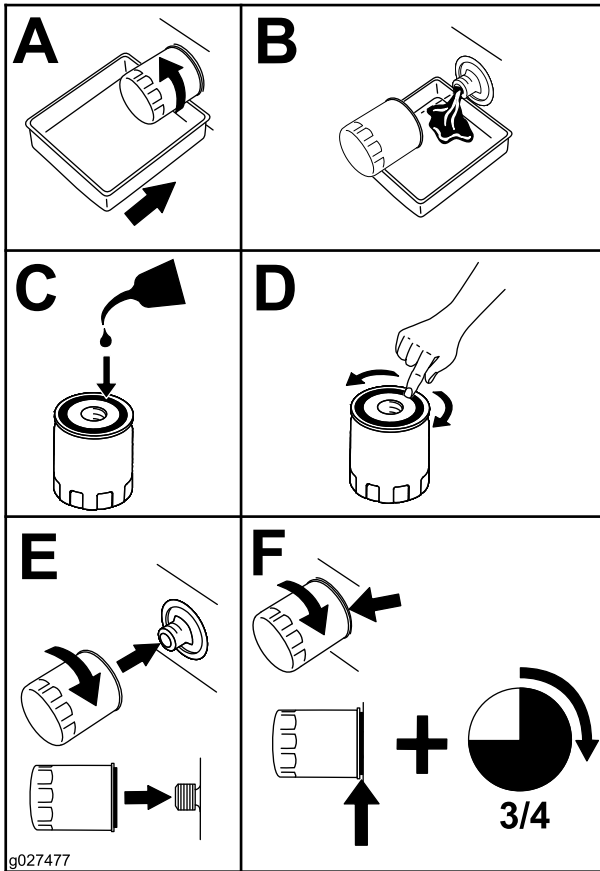

Bild 31
5. Entfernen Sie den Motorölfilter (Bild 31)